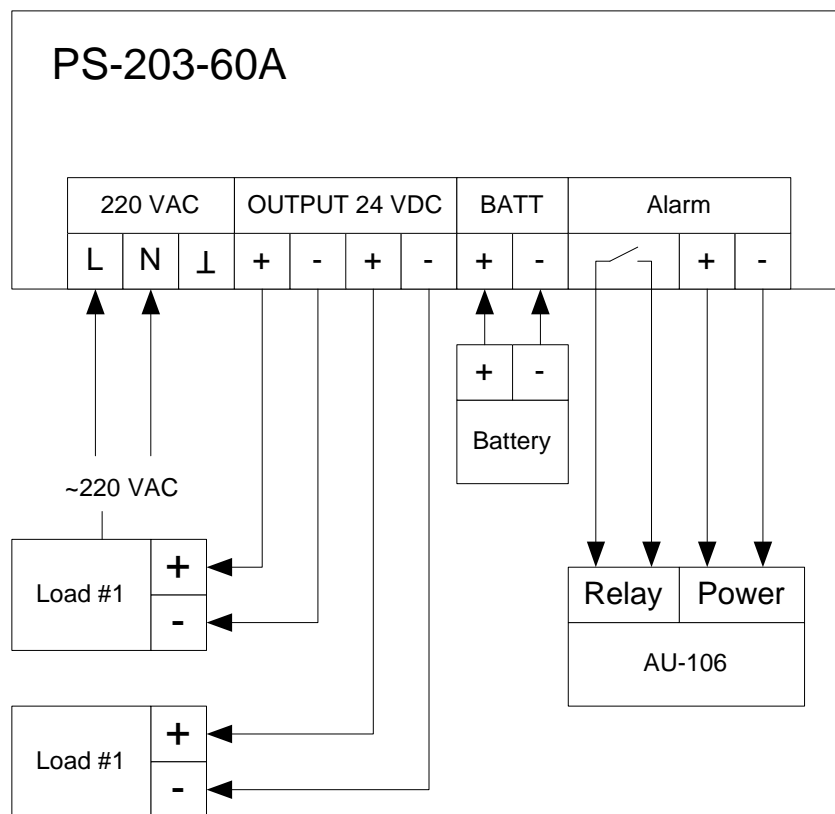

Рисунок 2. Схема подключения PS-203-60A.
2. Подключите кабеля от внешних устройств и источников питания к клеммам БП согласно маркировке (смотрите Рисунок 2).